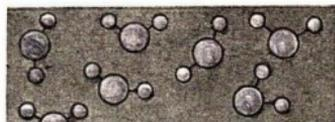

Abb. 435. Bild der Wassermoleküle
6. Wertigkeit der Elemente. Aus der Formel des Wassermoleküls H_2O sehen wir weiter, daß ein Sauerstoffatom O je zwei Wasserstoffatome zu **binden** vermag (Abb. 435).